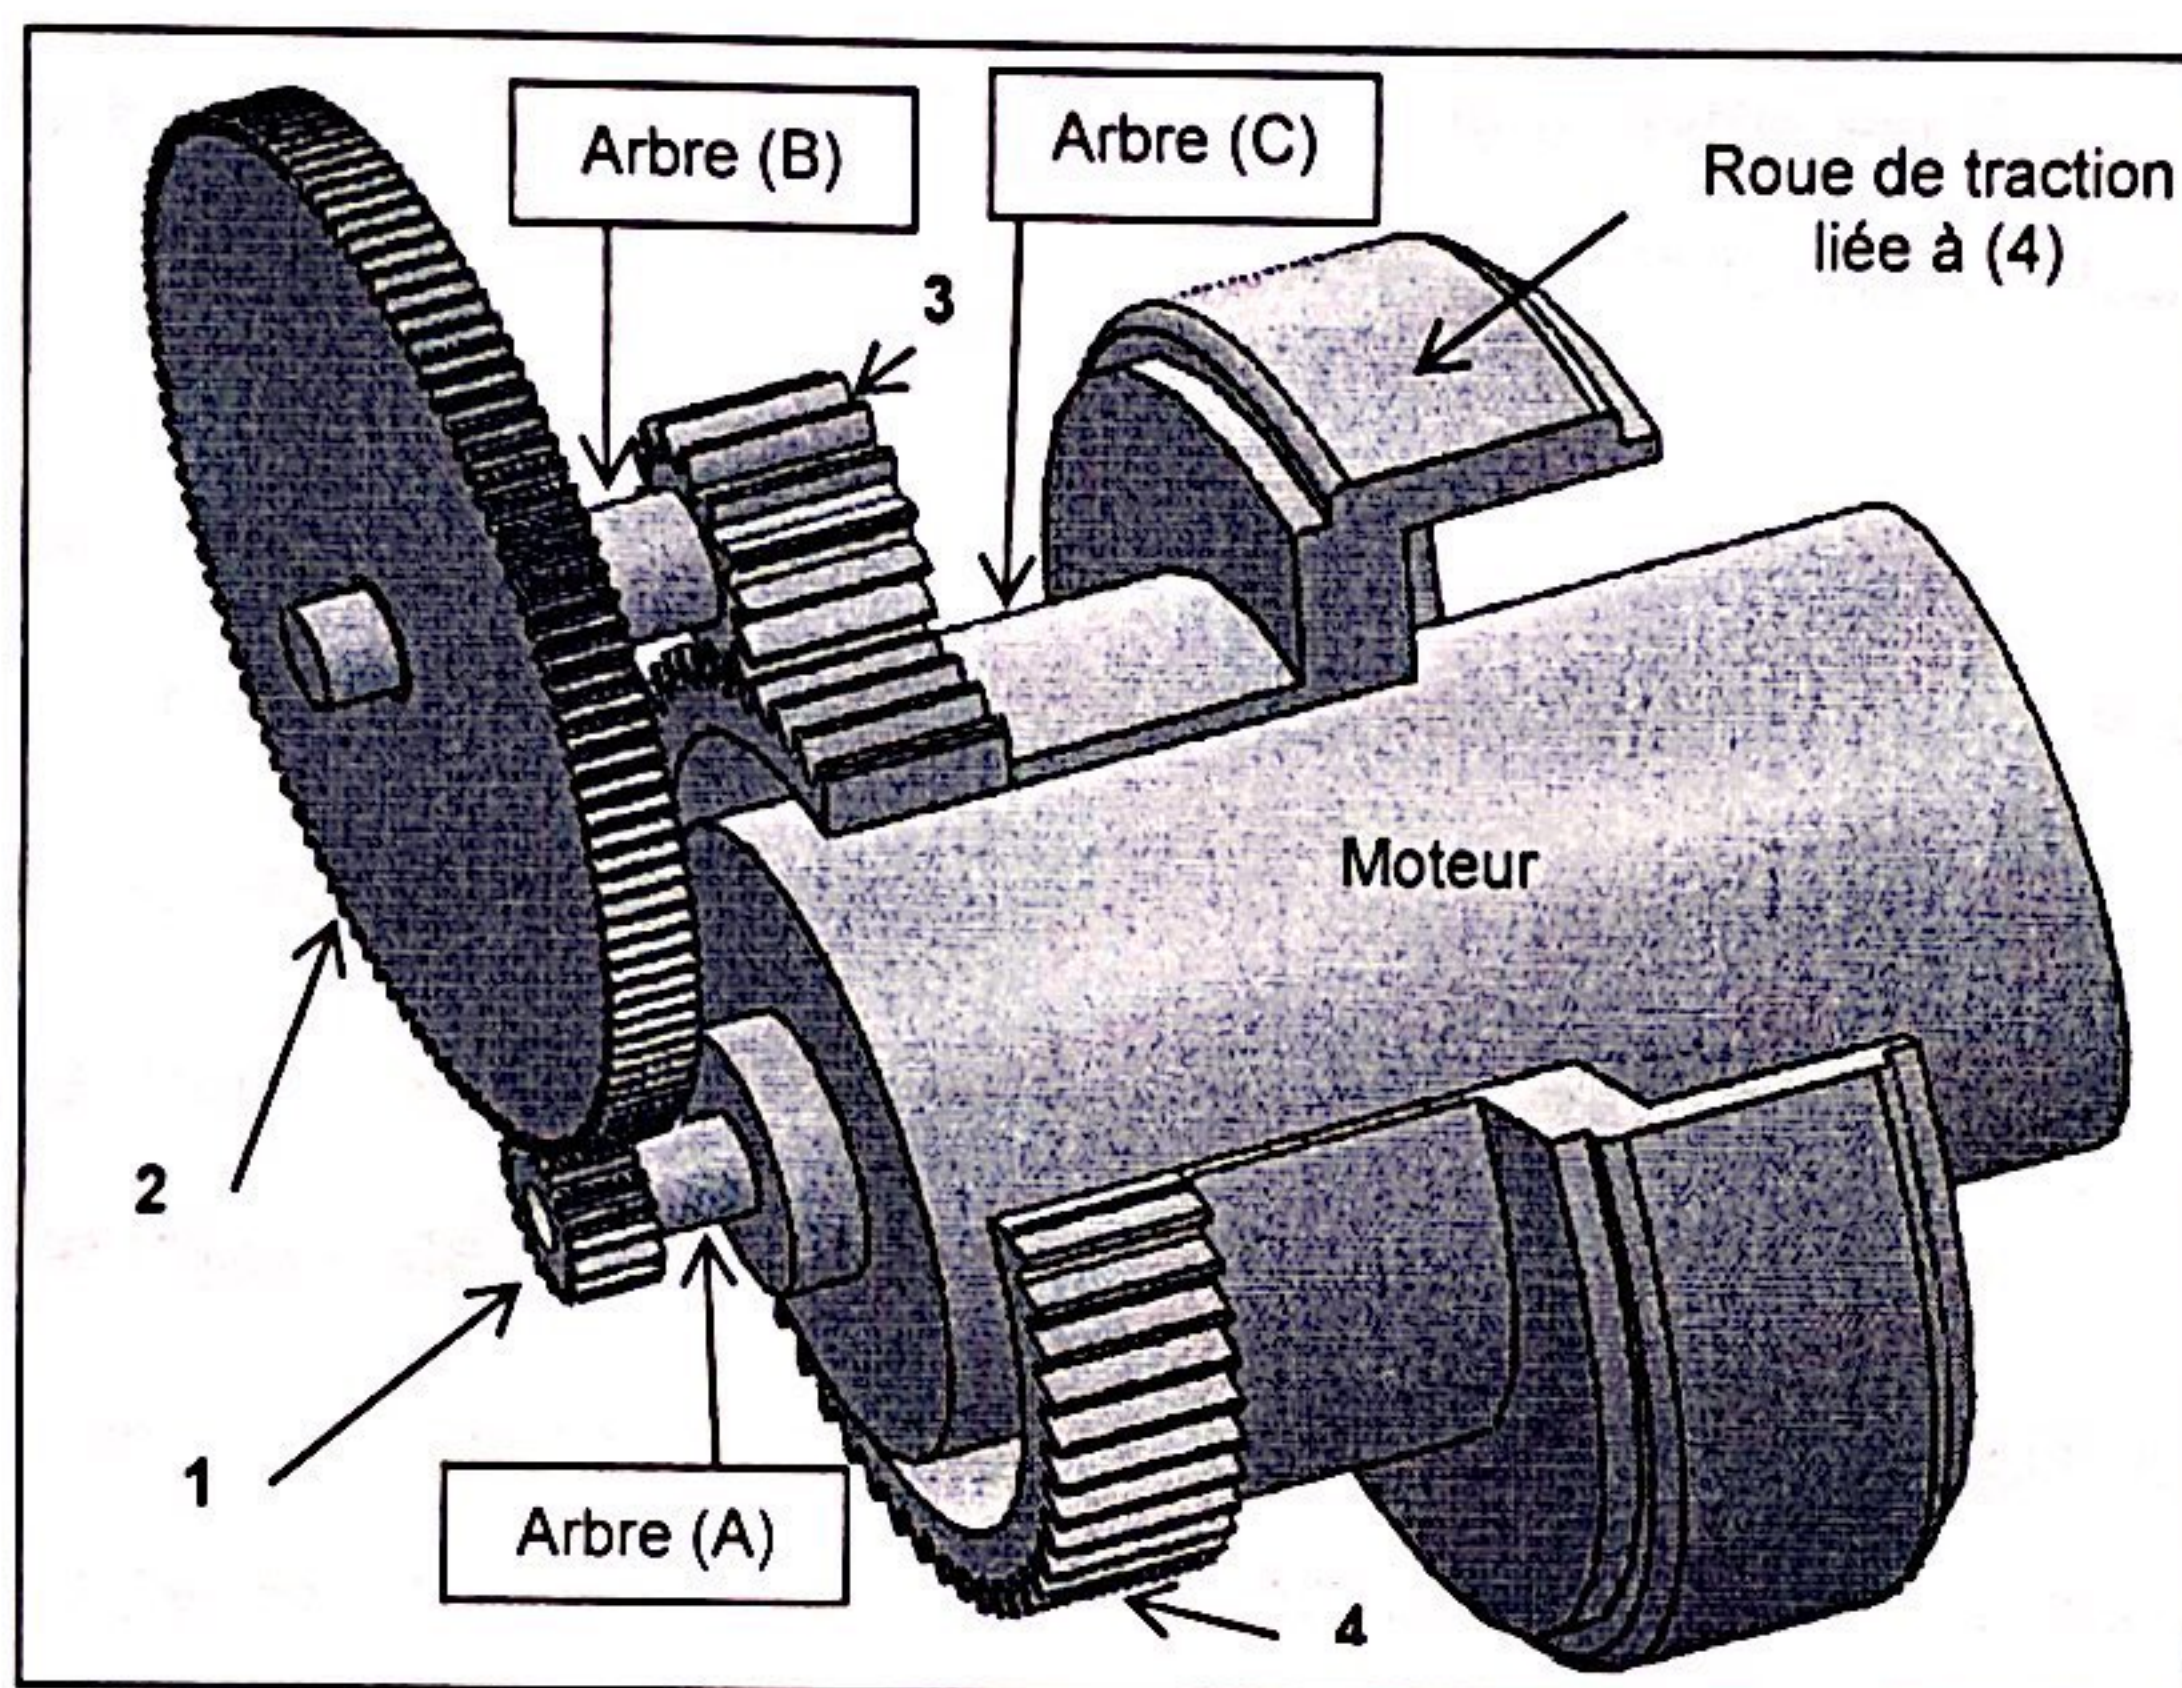

Figure 24
La figure 24 représente les engrenages qui transmettent le mouvement du moteur électrique à la roue de traction, beaucoup de détails de la solution réelle ne sont pas représentés.
Question 36: Comment expliquer que les dents de l'engrenage (1 - 2) sont de plus petite taille que celle de l'engrenage (3 - 4), (Voir Figure 24).
Question 37: Les arbres (A), (B) et (C) (voir Figures 24, 25 et 27) transmettent respectivement les couples : $C_A = 2,5 \text{ mN}$, $C_B = 16 \text{ mN}$, et $C_C = 62 \text{ mN}$, la contrainte tangentielle de limite élastique du matériau de ces trois arbres est $\tau_e = 180 \text{ MPa}$, on adopte un coefficient de sécurité $s=3$. Leurs diamètres respectifs sont $d_A = 12 \text{ mm}$, $d_B = 20 \text{ mm}$, $d_{cext} = 120 \text{ mm}$, $d_{cint} = 110 \text{ mm}$. Vérifier la condition de résistance de ces trois arbres en supposant qu'ils ne sont soumis qu'à la torsion.